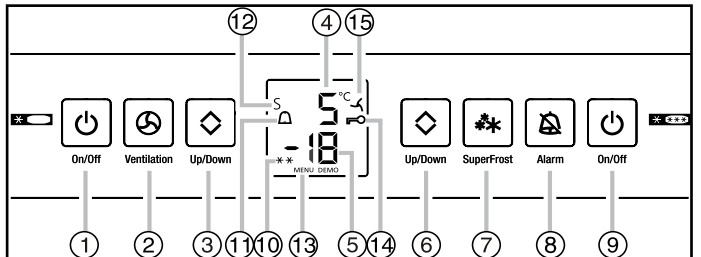

Fig. 11
- Appuyez sur la touche Marche/Arrêt du congélateur fig. 11 (9) pendant au moins 3 s.
- Appuyez sur la touche Marche/Arrêt du réfrigérateur fig. 11 (1) pendant au moins 3 s.